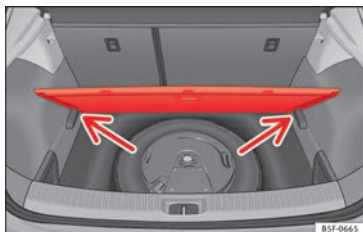

Fig. 184 Bagagliaio: piano variabile
- Appoggiare il piano sugli appositi alloggiamenti » fig. 184 (freccie).